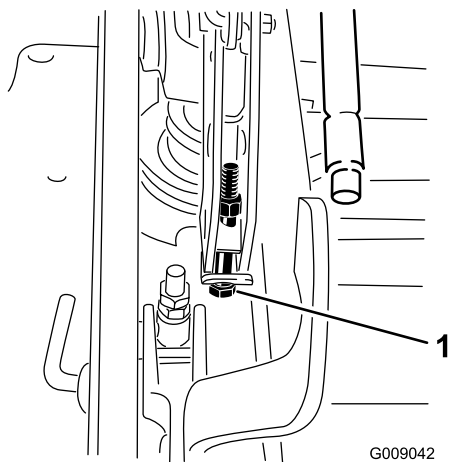

**Figura 99**
12. Para ajustar um sistema de ponto único, desaperte os 2 parafusos na parte inferior da placa da altura de corte (Figura 99).
14. Aperte os dois parafusos na parte inferior da placa da altura de corte (Figura 99).